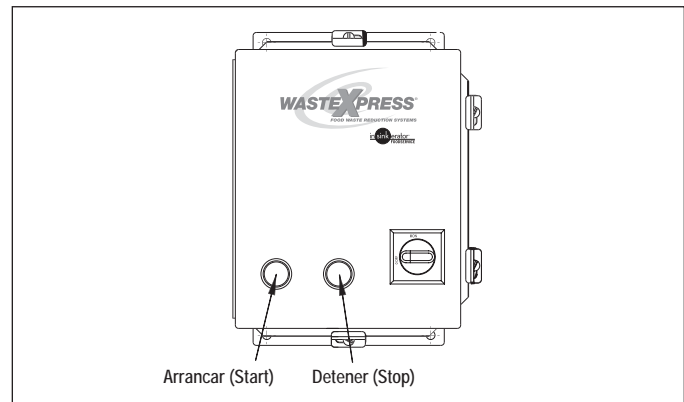

Figura 20.
6. Presione el botón de arranque en el centro de control (ver Figura 20). El WX-101A y el triturador van a funcionar y va a fluir agua fría hacia el triturador.